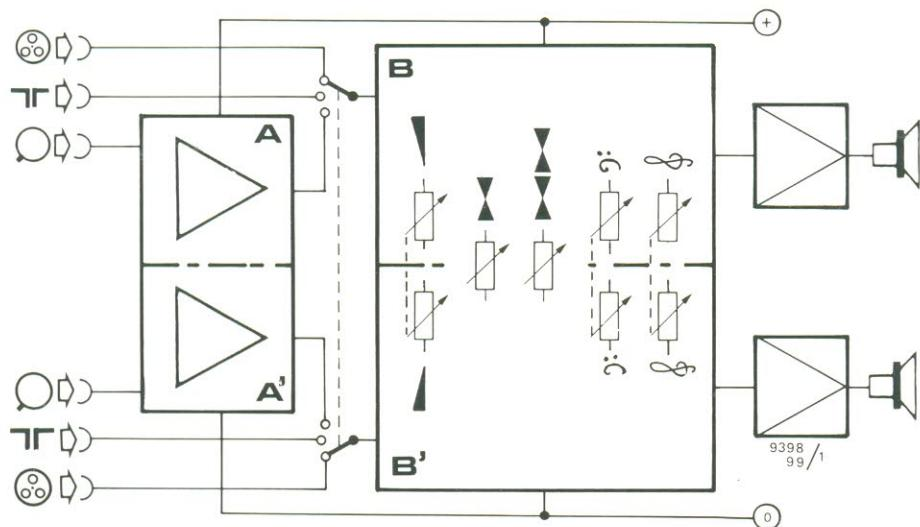

figura 1 — Diagrama de blocos de um sistema convencional de pré + controle. O pré-amplificador, no caso, só aceita capsulas magnéticas.
Nos circuitos tradicionais (figura 1), o seletor de entradas está normalmente localizado no início do amplificador de controle (B). Nesse caso, uma das entradas selecionáveis é a do pré fonográfico (A), que eleva o nível entregue por cápsulas magnéticas e proporciona a equalização RIAA. O seletor é seguido por um controle de volume e um estágio adaptador, para excitar os controles de tonalidade.